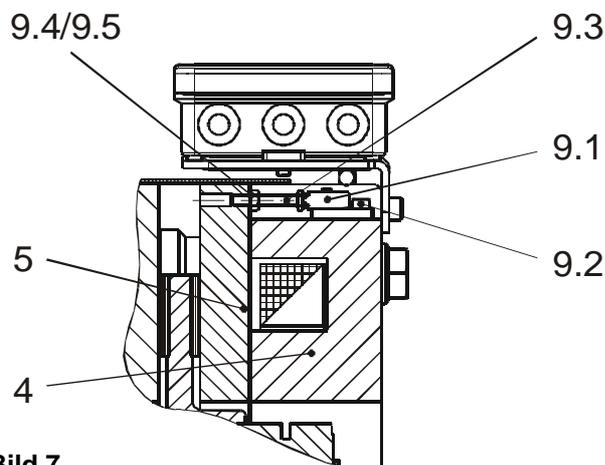

Bild 7
Lüftüberwachung (9) Bild 7
Montage und Einstellung (werkseitig Bild 7)